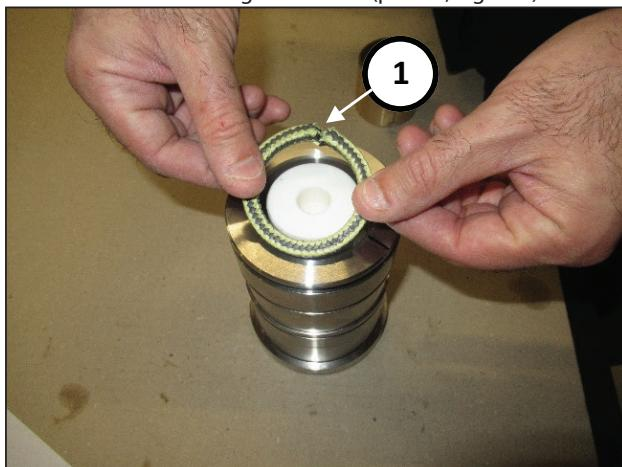

Fig. 180
Introducir los tres anillos de estanqueidad KC de manera que los cortes formen un ángulo de 120° (pos. ①, Fig. 180).